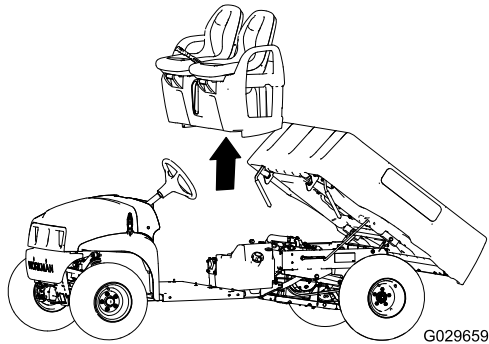

Figure 52
1. Soulevez les sièges et sa base sur la machine et alignez les câbles de frein avec le châssis (Figure 51 et Figure 52).
2. Alignez les trous dans la base des sièges et les trous dans le plancher et le profilé arrière de la cabine (Figure 51 et Figure 52).